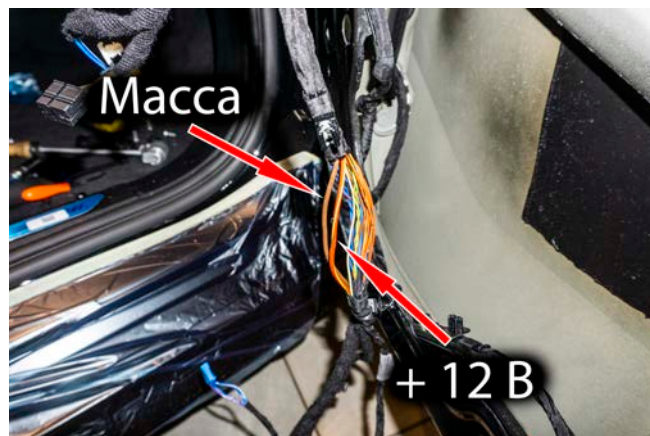

Рисунок 18 – Расположение проводов питания
6. К основному жгуту электропроводки двери подключить питание электропривода доводчика (рис. 18):